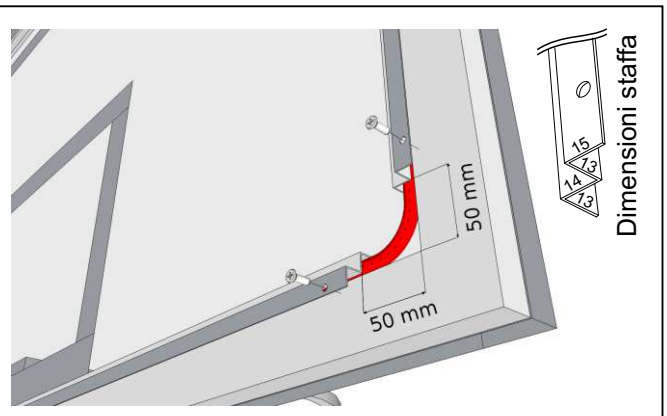

Fig.2 Posizionamento Cornice Luminosa
- Agli angoli del tabellone lasciare circa 5 cm di spazio libero dalle staffe per permetterne una corretta curvatura (Fig.2).